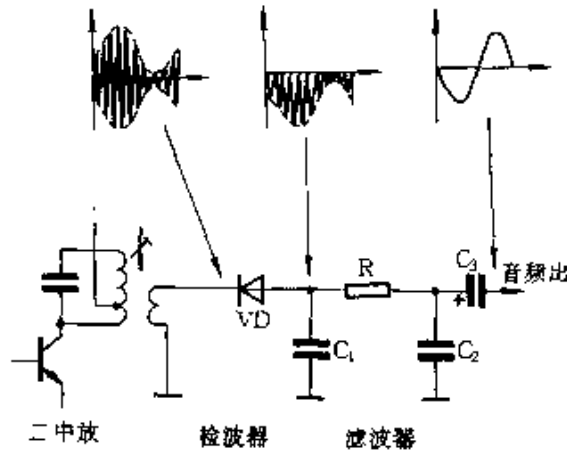

图 2-163
① 晶体二极管的主要作用之一是检波。图 2-163 所示为超外差收音机检波电路,第二中放输出的调幅波加到二极管 VD 负极,其负半周通过了二极管,而正半周被截止,通过 VD 的负半周信号再由 RC 滤波器滤除其中的高频成分,输出的就是调制在载波上的音频信号,这个过程称为检波。